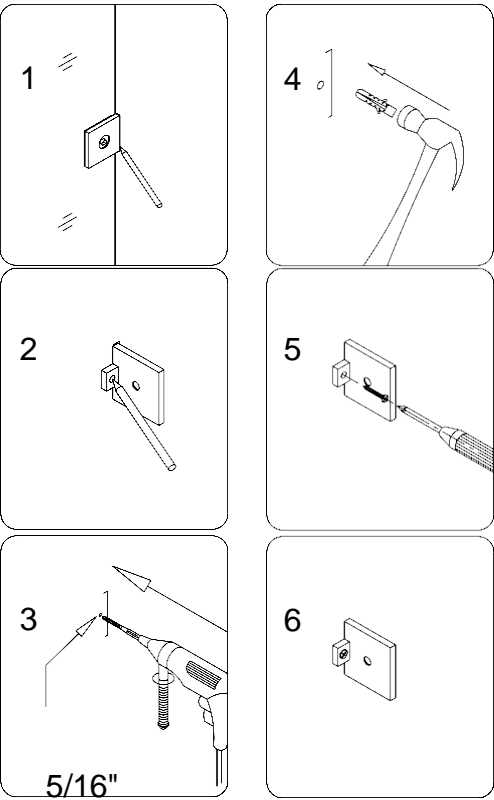

Рис. 3
4. Используя снятые Кронштейны, отметьте положение отверстий для монтажа кронштейна на стене. Просверлите отверстия и вставьте дюбели (07) в отверстия. Прикрепите кронштейны к стене с помощью винта с полукруглой головкой ST 4.2 x 55 (09). См Рис. 3 инструкции. (Обратите внимание, что все части стеновых кронштейнов с монтажными отверстиями должны быть обращены внутрь в окончательной установке).